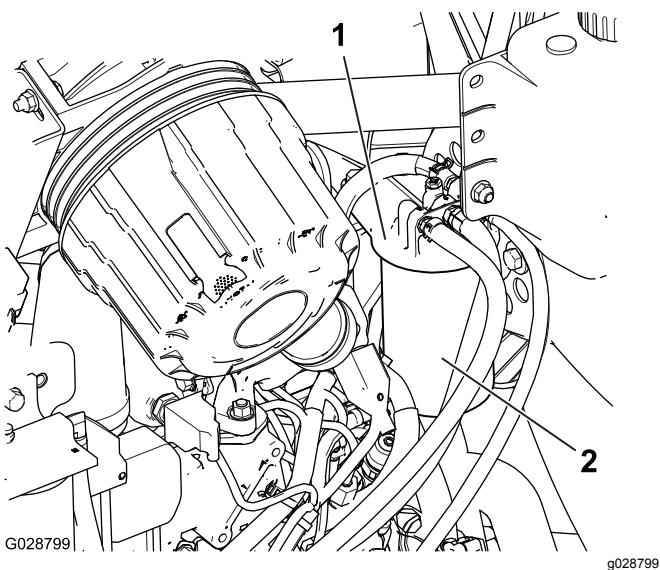

Bild 59
1. Reinigen Sie den Bereich um den Kraftstofffilterkopf (Bild 59).
2. Entfernen Sie den Filter und reinigen Sie die Befestigungsfläche des Filterkopfes (Bild 59).